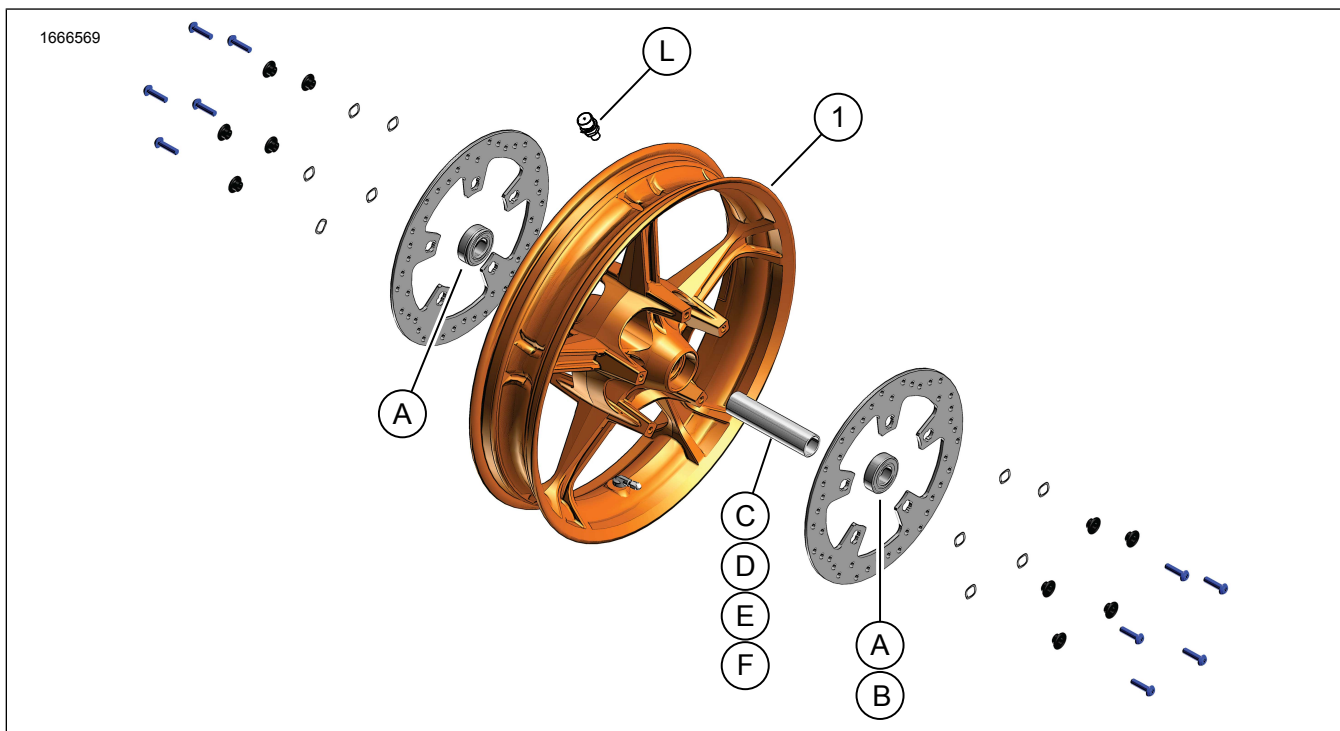

Figura 1. Peças de reposição: Roda dianteira
1. Ver a Figura 1. Instalar a unidade da haste da válvula (N) na roda. Veja o manual de serviço.